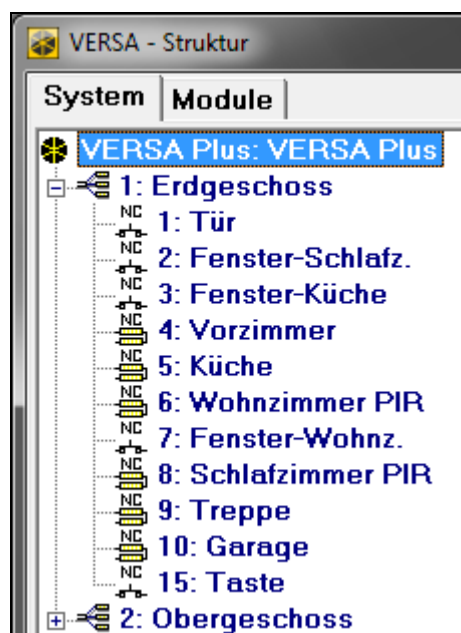

Abb. 6. Programm DLOADX: Liste der Bereiche und Linien in Form eines Baums in der Registerkarte „System“ im Fenster „VERSA – Struktur“.
- über das Programm DLOADX: Fenster „VERSA – Struktur“ → Registerkarte „System“. Die Bereiche und Meldelinien sind auf der linken Seite des Fensters in Form eines Baums dargestellt (Abb. 6). Klicken Sie auf den Bereich, welchen Sie konfigurieren wollen.
- Fenster „VERSA – Struktur“ → Registerkarte „System“. Die Bereiche und Meldelinien werden auf der linken Seite des Fensters dargestellt (Abb. 6). Klicken Sie auf die Meldelinie, welcher Parameter und Optionen Sie konfigurieren wollen.